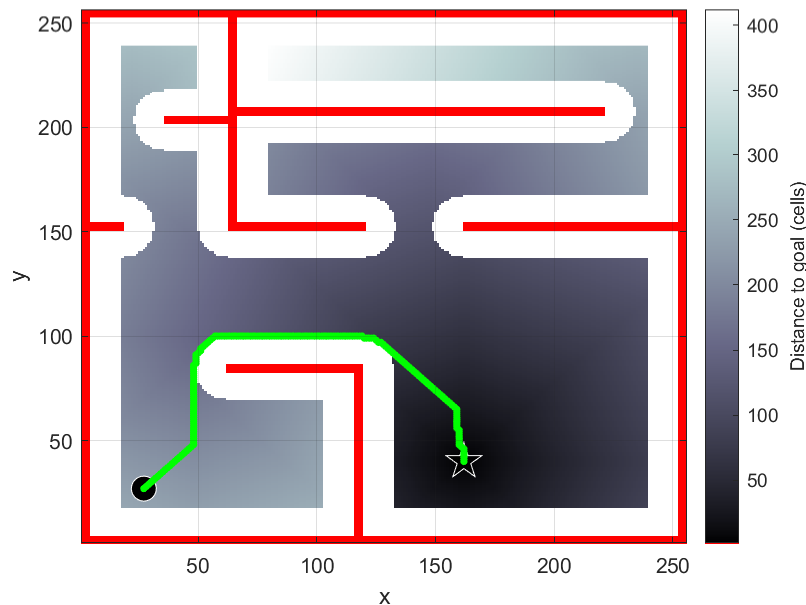

Figura 2: Ejemplo de resultado para búsqueda D\*.
- Al momento de hacer una consulta al algoritmo de planificación, puede emplear (para el caso D\* por ejemplo) `path = ds.query(goal, 'animate')`; para visualizar la animación del recorrido encontrado al igual que guardar los puntos del mismo dentro del array `path`. El resultado deberá verse (cualitativamente) similar a la Figura 2. Guarde el recorrido encontrado ya que se empleará para la última sección de la práctica.